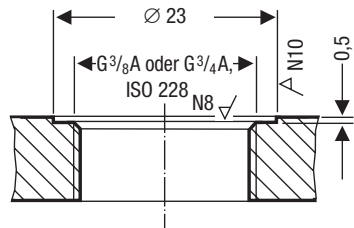

Fig. 3
- Die Dichtflächen vom Gewindestutzen oder Flanschdeckel müssen gemäß **Fig. 3** technisch einwandfrei bearbeitet sein!
4. Dichtflächen prüfen. **Fig. 3**
5. Beiliegenden Dichtring **2** auf die Dichtfläche des Gewindestutzens oder des Flanschdeckels legen. **Fig. 3**